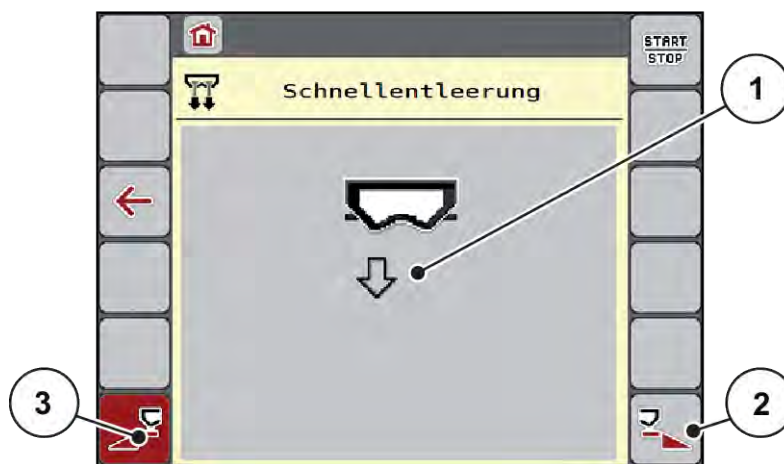

Abb. 26: Menü Schnellentleerung
*Das Display zeigt die gewählte Teilbreite als Symbol (Abb. 26 Position [3]).*